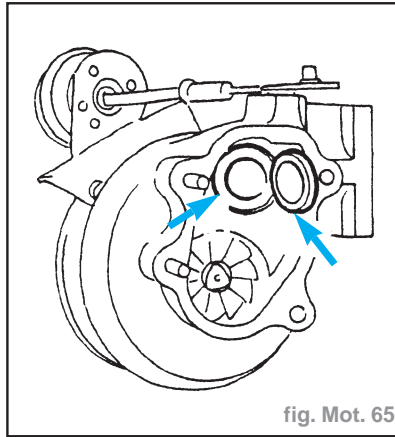

fig. Mot. 65
- Vérifier que la surface du siège de soupape est bien régulière (fig. Mot. 65).